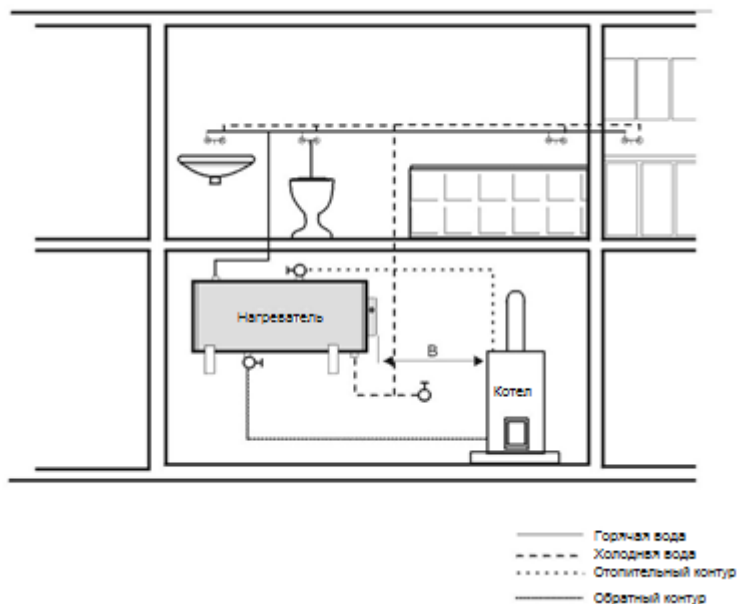

Рисунок 6
- Схема электрического включения приложена к нагревателю на крышке электропроводки (Рисунок 6).